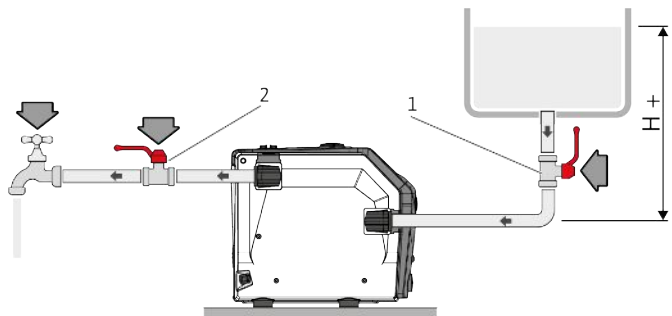

Fig. 9: Kuormakäyttö
- Kaada tuotteeseen vettä (n. 1,5 l), kunnes vettä tulee pois tuuletusaukosta (Fig. 9).
- Avaa sulkuventtiilit (pos. 1, 2).